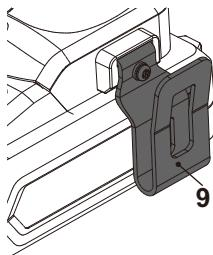

Fig. 10
- > Réglez l'inverseur de sens de rotation (6) en position centrale de verrouillage (Fig. 10).
- > Fixez le clip de ceinture (9) sur l'encoche et bloquez-le avec la vis. (Fig. 10).